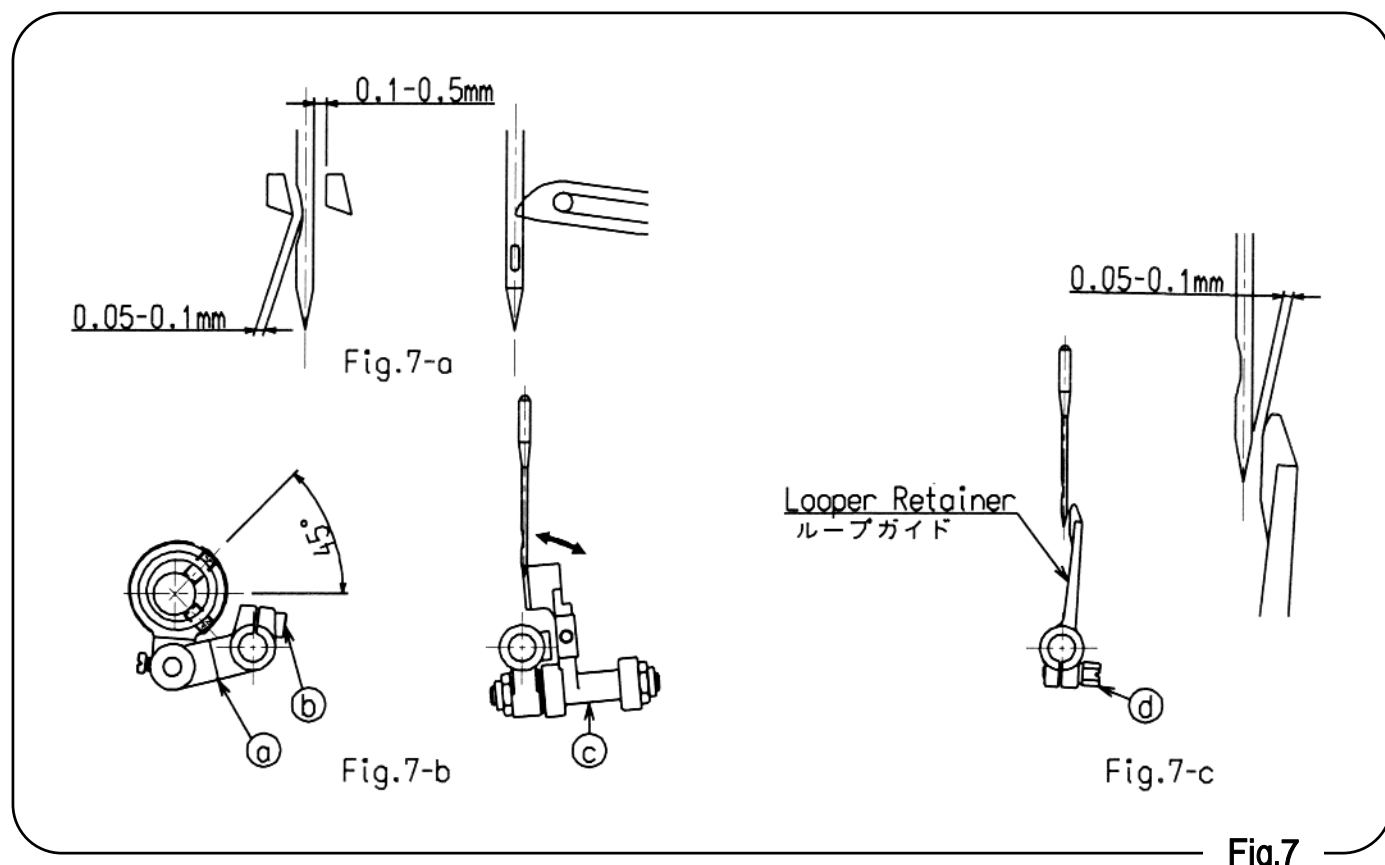

Fig.7
Adjust the clearance between the needle and the looper to between 0.05-0.1mm when the needle goes forward and passes the rear of the needle. To obtain the correct clearance, loosen the screw **b** of the looper rocker frame **a** and incline **c** the looper rocker. Adjust the clearance of the needle and looper to between 0.1-0.5mm when the looper moves forward to the right at the closest point to the needle.(Fig.7-a)
To facilitate the adjustment first adjust the looper avoid eccentric cam so that its screw is 45° to center of the main shaft.(Fig.7-b)
Loosen set screw **d** and adjust the clearance of the needle and looper retainer to between 0.05-0.1mm as the needle goes up.(Fig7-c)
- 次に、ルーパーが前進から右に後退するとき、針のえぐりとルーパーの間隔は 0.1～0.5mm に調整してください。(Fig.7-a)
- ベルクランクが下がった位置で、ルーパー倒しカムを仮締めして、微調整をしてください。(Fig.7-b)
- ループガイドと針の間隔を調整します。針がもっとも下がった位置から、上昇するときに、ルーブガイドと針の間隔を 0.05～0.1mm になるように調整して下さい。(Fig.7-c)